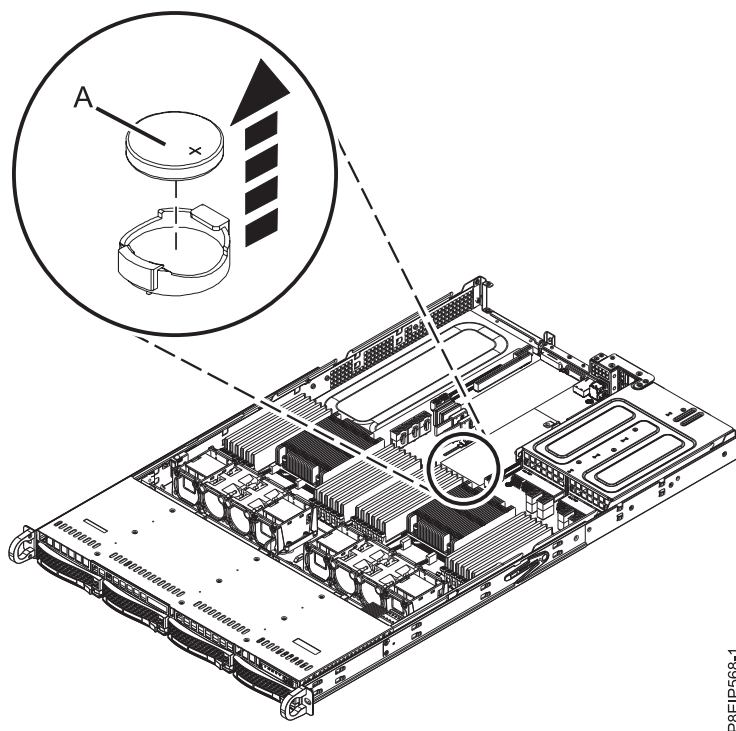

図 75. 時刻バッテリーの位置
3. 時刻バッテリー (A) (図 75 を参照) を取り外します。バッテリーを取り外す際に、バッテリーをスロットから取り出すために金属製の工具を使用しないでください。